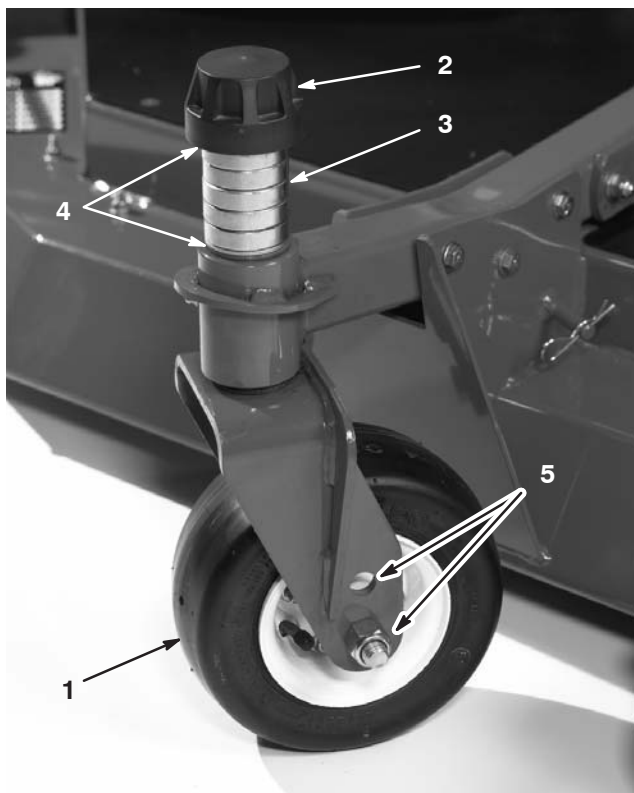

Figure 10
3. Enlevez le chapeau de tension de l'axe de pivot (Fig. 10) et sortez l'axe du bras pivotant. Remplacez les 2 cales (3 mm) sur l'axe de pivot comme à l'origine. Elles sont requises pour que le plateau de coupe soit parfaitement de niveau sur toute la largeur. Placez le nombre requis d'entretoises de 13 mm (voir la table ci-dessous) sur l'axe de pivot pour obtenir la hauteur de coupe voulue, puis ajoutez la rondelle.